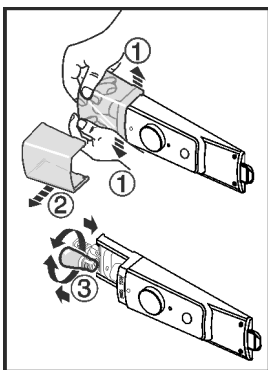

Fig. 12
- ▶ Разожмите крышку лампочки внутри в передней части в стороны, как показано на рисунке, Fig. 12 (1) и сдвиньте в сторону Fig. 12 (2).
- ▶ Замените лампу. Fig. 12 (3)